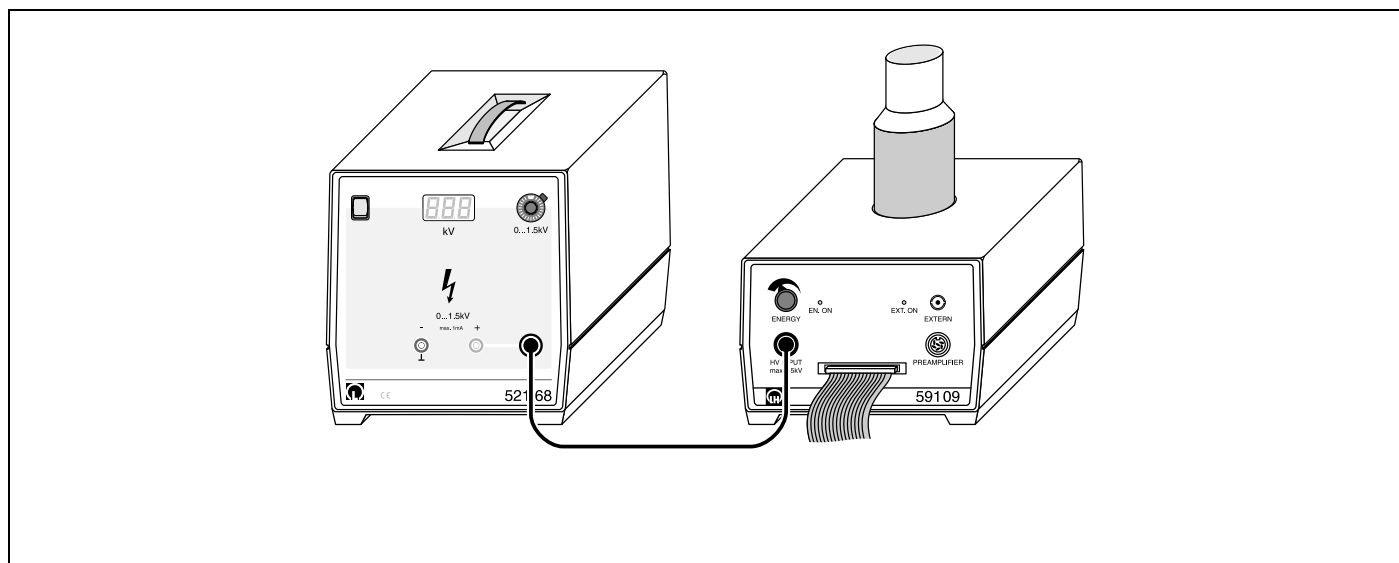

Fig. 2.1
- ④, ⑤ deux sorties branchées en parallèle pour la tension continue sélectionnée avec le bouton de réglage de précision ② et affichée sur l'écran ③
- ④ Douille coaxiale haute tension avec liaison à la masse intégrée pour le branchement d'un câble à prise Amphe-nol-Tuchel (par ex. dans les fournitures de l'AMC CASSY, 529 780 ou au module de sortie du détecteur, 559 91; voir fig. 2.1/2.2)
- ④, ⑤ Dos salidas conectadas en paralelo para la tensión continua seleccionada con el botón de precisión ② e indicada con el visualizador ③.
- ④ Hembrilla coaxial de alta tensión con conexión de tierra integrada para conectar un cable con enchufe Amphe-nol-Tuchel (por ej. del volumen de suministro del MCA-CASSY, 529 780, ó en el Detector-etapa de salida, 559 91; véase las Figs. 2.1/2.2)
Connexion de la haute tension au module de sortie du détecteur (559 91) pour un fonctionnement «externe» du compteur à scintillations (559 90) si la géométrie du montage expérimental ne permet pas le fonctionnement «interne» tel qu'il est représenté à la fig. 2.1.
Conexión de la alta tensión en el Detector-etapa de salida (559 91) en caso de operación "externa" del contador de centelleo (559 90) si la geometría del montaje experimental no permite la operación "interna", según la Fig. 2.1